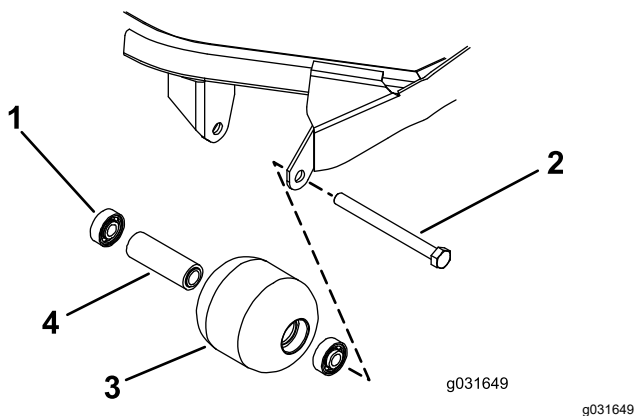

图 75
1. 卸下滚筒安装螺栓图 75。
4. 检查滚筒壳体、轴承以及轴承隔块是否受损(图 75)。
1. 仅按住外圈或同时按住内、外圈将第一个轴承按入滚筒壳体图 75。
2. 插入隔片图 75。
3. 仅按住外圈或同时按住内、外圈将第二个轴承按入滚筒壳体直至其触及隔块图 75。